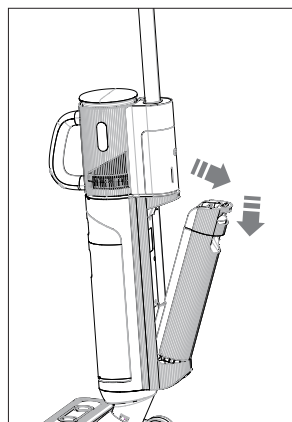

Fig. 6 – Retirer le réservoir d'eau
- ▶ Saisissez la poignée encastrée du réservoir d'eau propre (14) et appuyez sur le bouton de déverrouillage du réservoir d'eau propre (15) vers le bas.
- ▶ Retirez le réservoir d'eau propre du corps de l'appareil (voir Fig. 6).